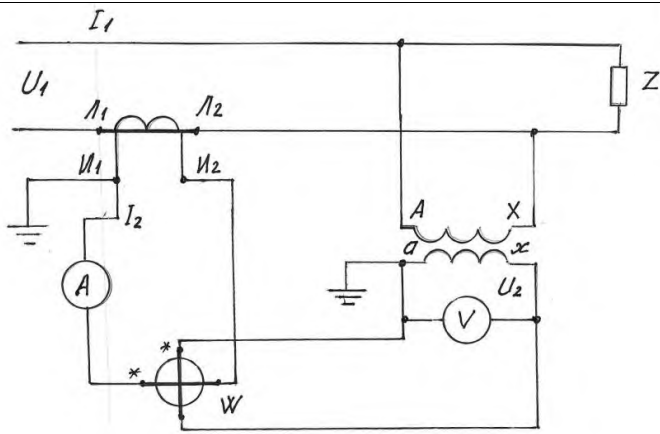

Рисунок 1
2. В сеть однофазного тока через трансформатор тока 500/5 и трансформатор напряжения 6000/100 (рисунок 1) включены приборы: амперметр, вольтметр, ваттметр. Определить ток I_1 напряжение U_1 , активную мощность P цепи коэффициент